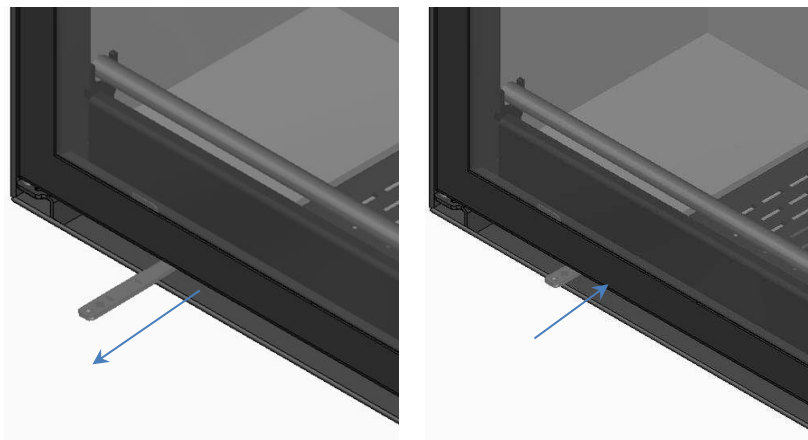

Figura 15 - Regulador de ar de combustão
* Para abrir - Puxar o regulador com a chave que vem no equipamento, durante a fase de acendimento e maior consumo de lenha, ver Figura 15.
* Deste modo também cria um efeito de limpeza do vidro, ajudando a manter o vidro limpo durante mais tempo, ver Figura 15.